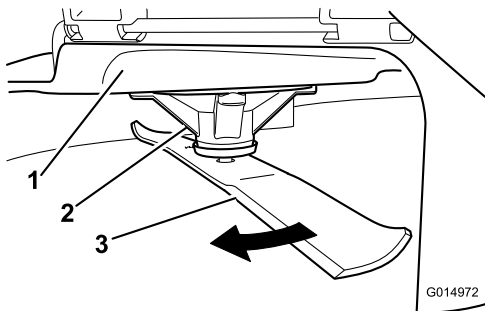

Figura 63
2. Llevando guantes fuertemente acolchados u otro tipo de protección apropiada para las manos, gire lentamente la cuchilla hasta una posición que permita medir la distancia entre el filo de corte y la superficie nivelada en la que descansa la máquina (**Figura 63**).